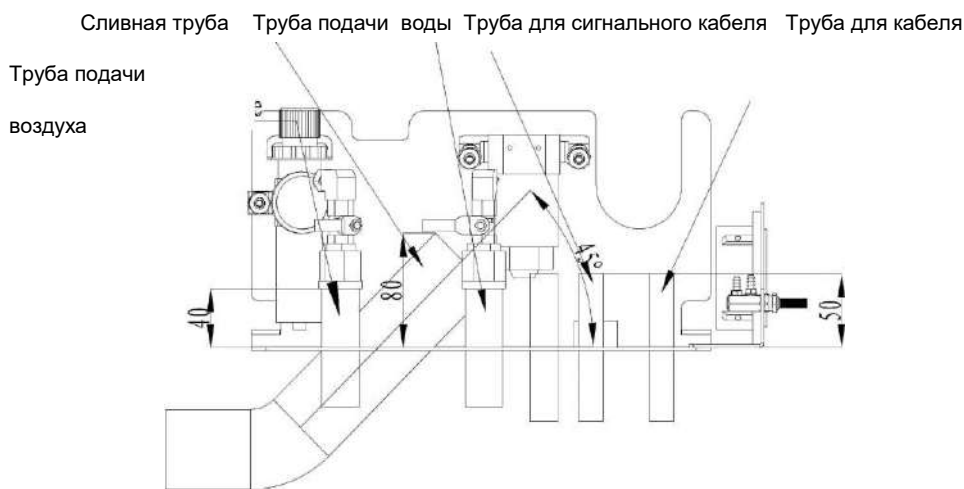

Рис. 2-2b
1) Как показано на рис. 2-2а и рис. 2-2b, подготовьте место для силового коммутационного блока, трубы подачи воды, сливной трубы, трубы подачи сжатого воздуха, разъема электропитания (труба подачи чистой воды, сливная труба аспирационной системы и труба для управляющего кабеля системы аспирации – по желанию заказчика).